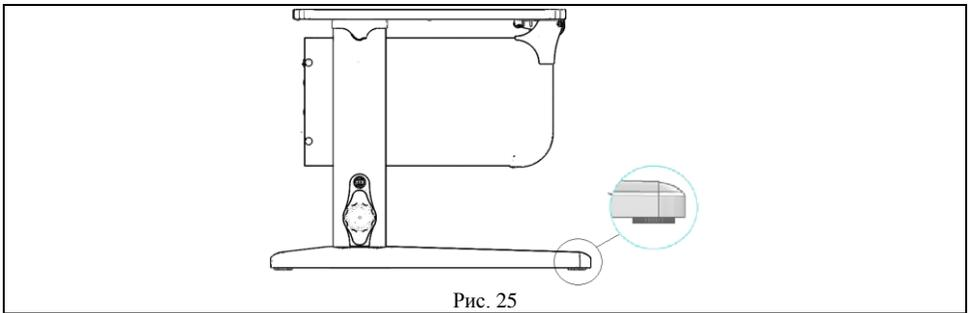

Рис. 25
6.5. Стол следует устанавливать на ровную горизонтальную поверхность, обеспечивающую опоры всех ножек, при необходимости отрегулировать стол ножками (см. рис. 25) до горизонтального положения столешницы.